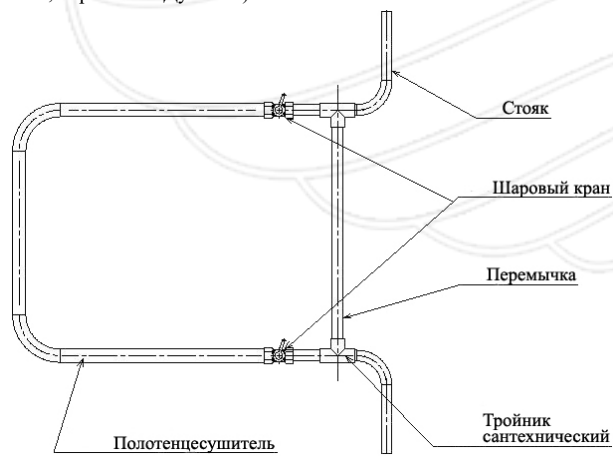

Рис.2 Шунтирующая обводка
4.3. При установке и подключении полотенцесушителя должны быть соблюдены требования СНиП 2.04.01-85 и СНиП 2.04.07-86\*, а также «Правил и норм технической эксплуатации жилищного фонда». В случае монтажа полотенцесушителя непосредственно к стояку, необходимо установить шунтирующую (обводную) перемычку (рис.2), диаметр которой должен быть на размер меньше диаметра стояка (например: стояк Ду 32мм, перемычка Ду 25мм).
- 5.4. По истечении срока службы полотенцесушителя или фитингов перекрыть шаровые краны (рис.2), вызвать специалиста организации, оказывающей жилищно-коммунальные услуги, и заменить изделие на новое.